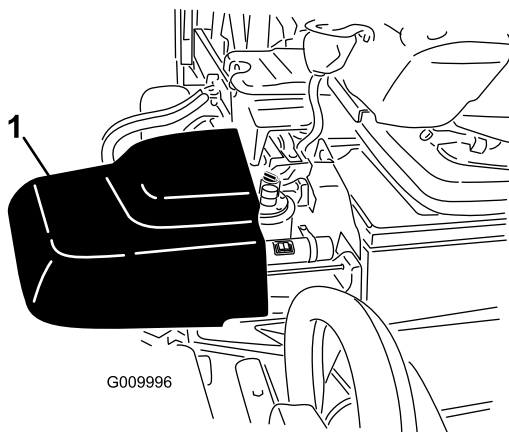

Bild 16
2. Ziehen Sie die äußeren Kanten der Behälterabdeckung vorsichtig hoch und schieben die Hydraulikbehälterhaube heraus, um an den Einfüllstutzen und den Deckel des Hydraulikbehälters zu gelangen (**Bild 16**).